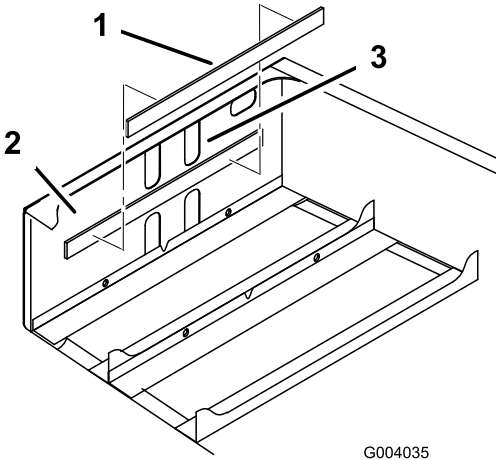

Figura 5
- 3. Retire la tira adhesiva de la parte de atrás de la almohadilla de la batería e instale ésta en la cara interior delantera del bastidor trasero (Figura 5).
Nota: La almohadilla debe quedar a 6 mm aproximadamente por debajo del borde inferior de la fila superior de orificios (Figura 5).